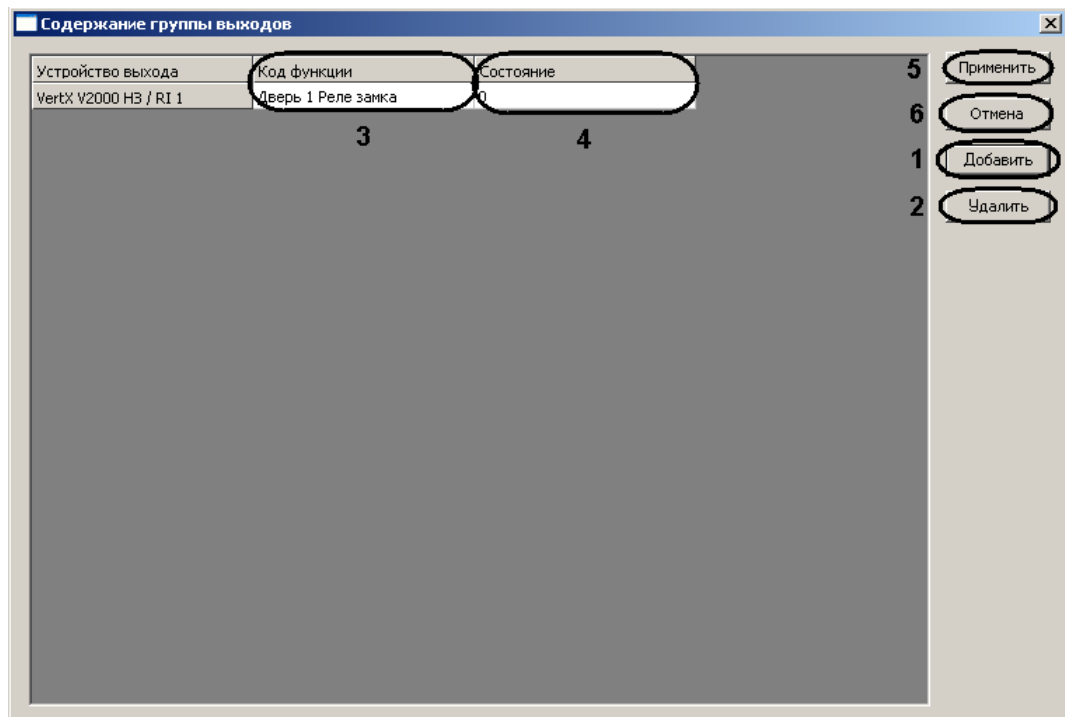

Рис. 3.7—14 Содержание группы выходов
3. Нажать кнопку **Добавить** для добавления функции контроллера (см. Рис. 3.7—14, 1).